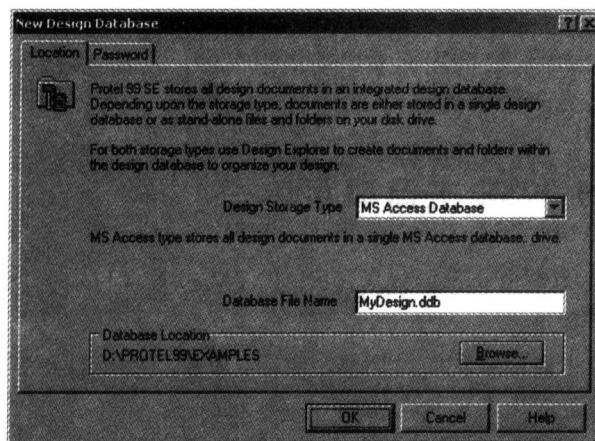
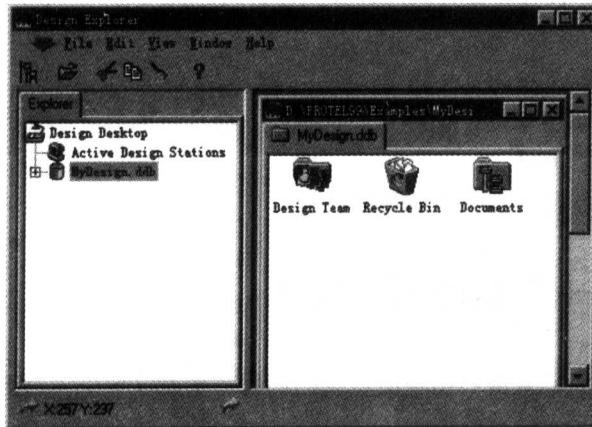

图 2-4 创建设计数据库文件对话框
图 2-5 设计数据库文件主窗口
(1) 执行菜单命令【File】/【New】，将光标移到菜单【File】/【New】处，单击或按回车键即可。执行命令【File】/【New】后，会出现如图 2-4 所示的【New Design database】(创建设计数据库文件)对话框。
(2) 单击“”按钮选择文件的存储位置。Protel 99SE 默认文件名为“MyDesign.ddb”，也可以根据自己的需要在相应位置改变文件名。
(3) 单击“”按钮后，Protel 99SE 的主窗口改变，如图 2-5 所示。
- (1) 双击图 2-5 所示设计数据库文件主窗口中设计数据库文件“MyDesign. ddb”来打开该数据库，打开后的管理器窗口如图 2-6 所示。
- (2) 单击“MyDesign. ddb”下的文件夹即可打开数据库文件夹，比较图 2-5 会发现工作窗口上多了一个【Documents】标签，如图 2-7 所示。